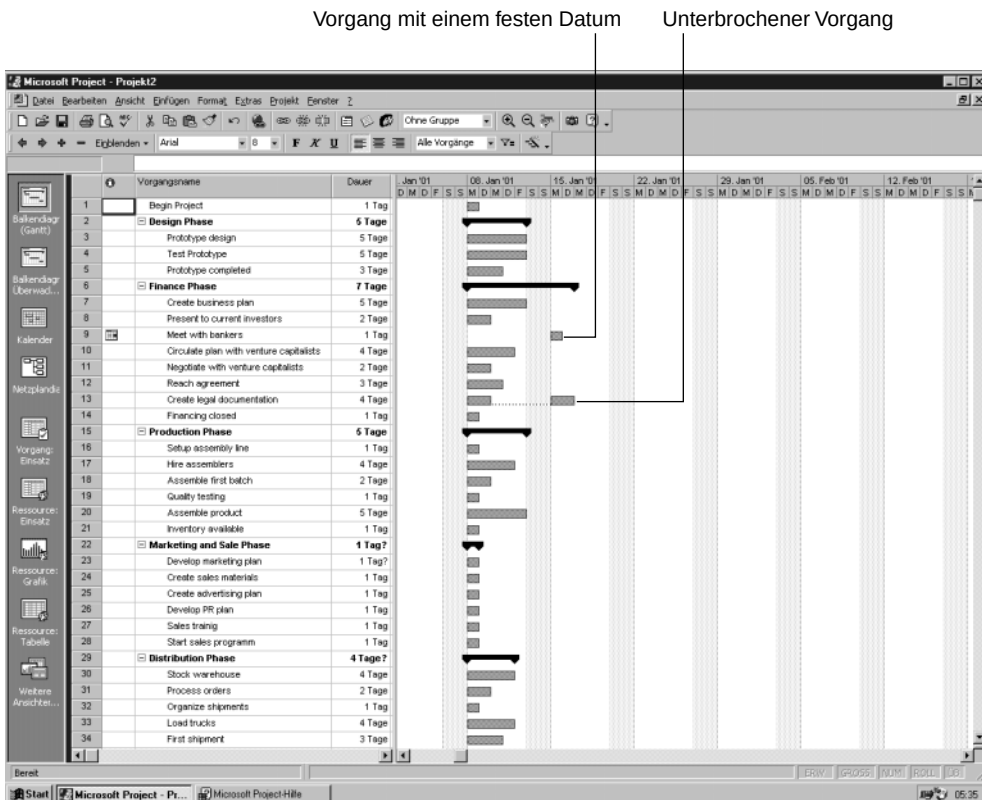

Abbildung 4.5:
- In Abbildung 4.5 wurden die Schätzungen für die Dauer eingegeben. Einige Vorgangsbalken sind länger, andere kürzer. Die Endtermine der Vorgänge spiegeln die Dauer wider.
- Project nimmt an, dass die begonnene Arbeit an einem Vorgang bis zu dessen Abschluss nicht unterbrochen wird (außer an arbeitsfreien Tagen). Sie können aber eigenmächtig Unterbrechungen einfügen, die die eingeplante Arbeit für einen Vorgang unterbrechen. Mit anderen Worten: Sie können einen Vorgang in selbst gewählten Abständen und so oft Sie wollen beginnen, stoppen und wiederbeginnen. Wenn ein Mitarbeiter z.B. nicht verfügbar ist oder eine Maschine kaputt geht (hoffentlich nicht umgekehrt) können Sie den Terminplan dieses Vorgangs unterbrechen, bis Ersatz gefunden wurde. In Abbildung 4.5 ist zu sehen, dass Vorgang 13 unterbrochen ist, da die Person, die diesen Vorgang ausführt, zu dem Zeitpunkt auf einer Konferenz ist.
- Wenn einem einzelnen Vorgang ein fixes Datum zugewiesen ist, hebt es den Planungsversuch von Project auf, ihn so früh oder so spät wie möglich einzuplanen. Im Projekt in Abbildung 4.5 ist z.B. der Anfangstermin für Vorgang 9, TREFFEN MIT BANK, auf den 15. Januar 2001 gelegt, da der in Vorgang 7 erstellte Geschäftsplan nicht vor diesem Datum fertig sein wird. Wenn Sie dem Vorgang diese Datumsbeschränkung zuordnen, dann rutscht der geplante Anfangstermin auf das fixe Datum. An Tag 7 werden das Verwenden von Beschränkungen besprechen.